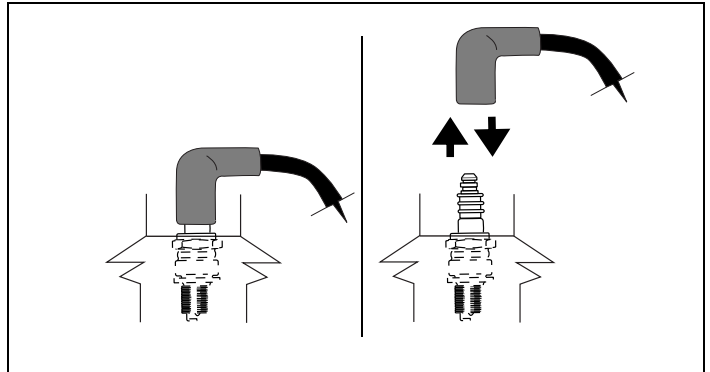

Abbildung 2. Abziehen/Anschließen der Zündkerze
- Das Zündkabel abziehen und von der Zündkerze fernhalten. Siehe Abbildung 2.